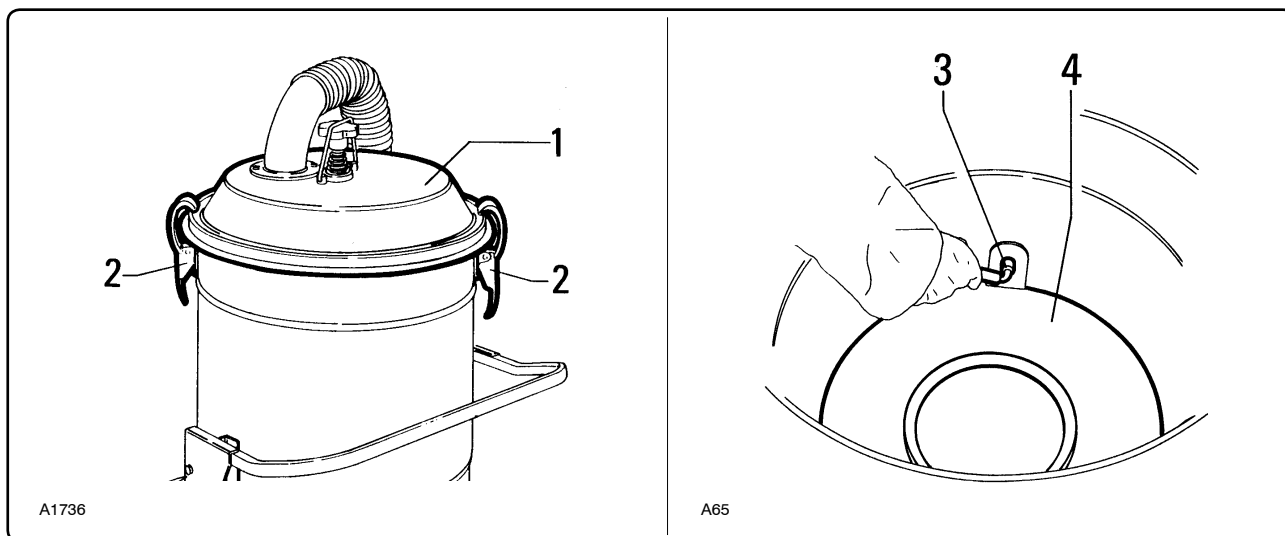

Рис. 7.5.10
7.5.8 - Чистка или замена сепаратора (рис. 7.5.10)